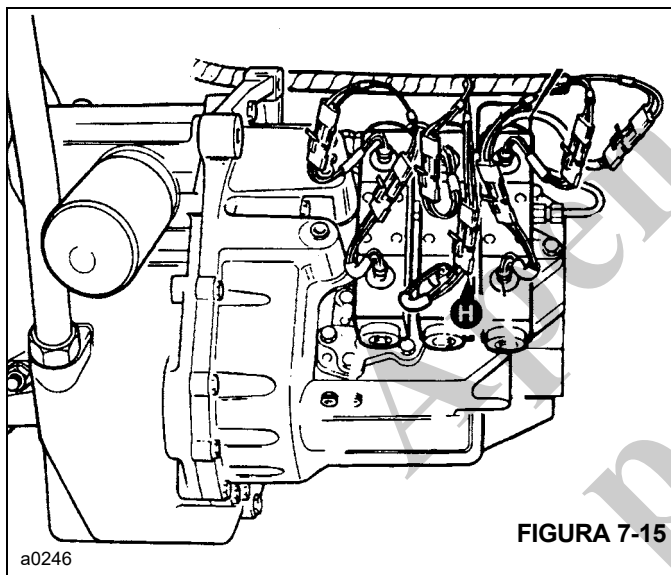

FIGURA 7-15
3. Remova o conector de alimentação do solenoide da embreagem do eixo auxiliar **H**, Figura 7-15. Isso assegura que apenas a embreagem de relação alta de avanço seja energizada quando a 2ª marcha de avanço for selecionada.